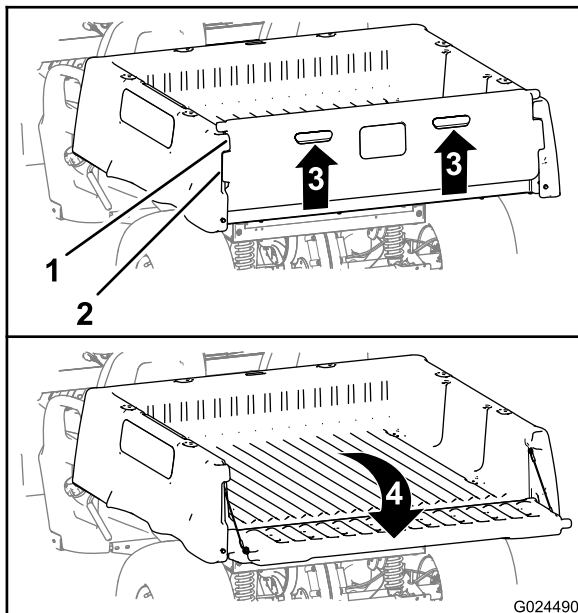

Figure 15
2. Passez les doigts dans les poignées du hayon pour le soulever (Figure 15).
- Alignez les bords de verrouillage du hayon sur les ouvertures entre les bords de verrouillage du plateau de chargement (Figure 15).
- Faites pivoter le hayon vers l'arrière et le bas (Figure 15).
- Faites pivoter le hayon vers le haut et l'avant jusqu'à ce que les bords de verrouillage soient au niveau du creux dans le plateau de chargement (Figure 15).
- Baissez le hayon jusqu'à ce qu'il soit engagé à l'arrière du plateau de chargement (Figure 15).